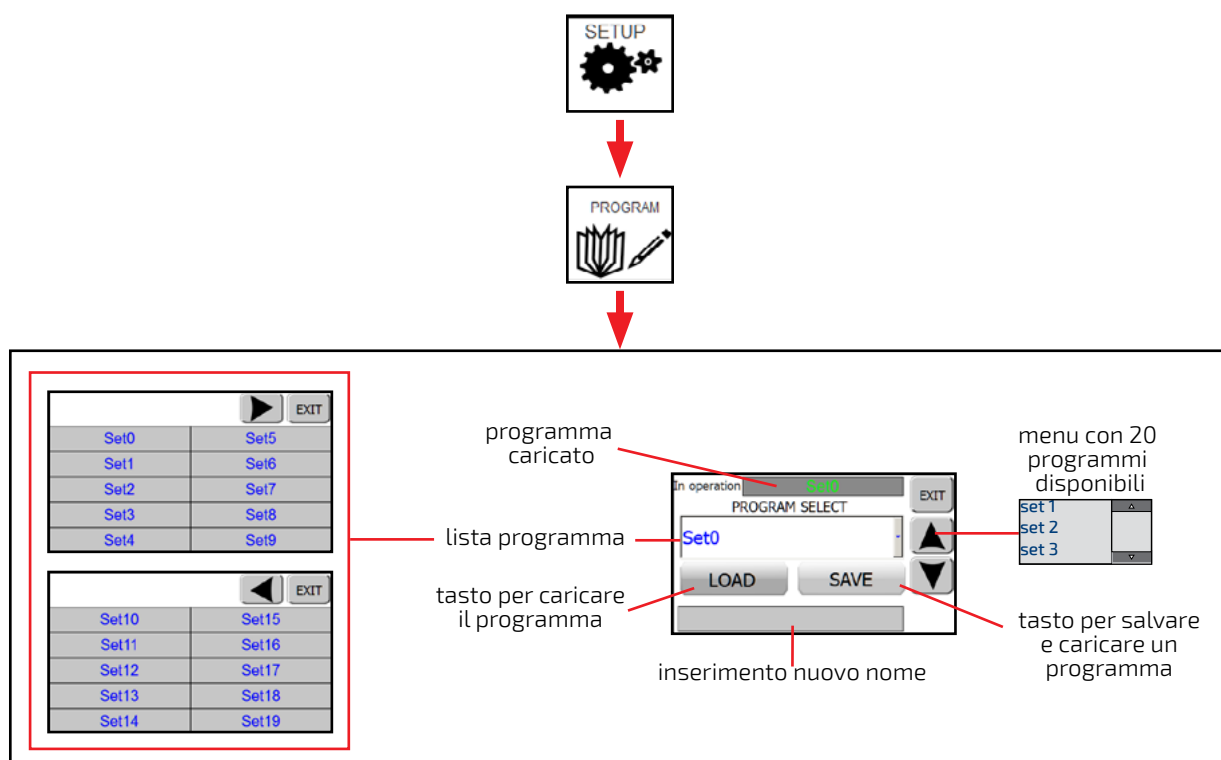

fig. 12
Per accedere alla schermata Program, premere Set Up dalla pagina principale (fig. 5), Next della pagina Set Up (fig. 7) e il tasto Program della pagina Time Setting (fig. 9). Si aprirà la pagina Program (fig. 12).
- premere ▲▼ sul margine destro nello schermo per visualizzare la lista dei programmi (fig. 12);
- cliccare sul nome del programma caricato in blu. Esempio: set 0 (fig. 12). Si aprirà ora la prima di due pagine con l'elenco dei programmi.
3. Selezionare il programma dalla lista a scorrimento oppure cliccando sul nome in blu (fig. 12);
2. Selezionare il programma dalla lista a scorrimento oppure cliccando sul nome in blu (fig. 12);